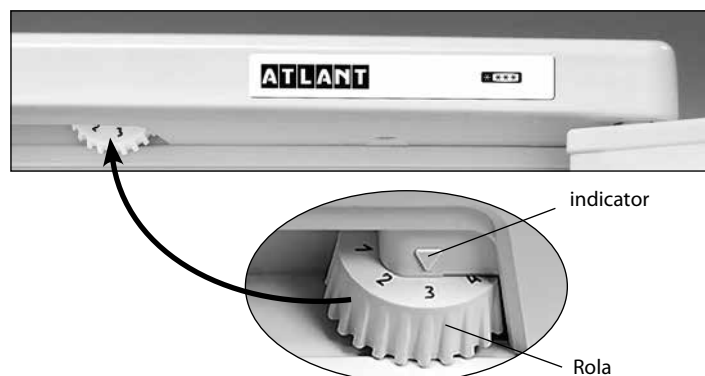

Figura 3 – Controlul temperaturii
1.5 Organul de reglare a temperaturii în conformitate cu figura 3 este rola de reglare a temperaturii (în continuare – rol). Rolul se rotește în sensul acelor de ceasornic și invers acelor de ceasornic și are diviziuni cu cifre notate și se instalează la diviziunea selectată. Diviziunea cu marcarea la "1" corespunde temperaturii cea mai ridicată (răcirea cea mai mică) în camera, la diviziunea "7" – cea mai joasă (cea mai mare răcire). Diviziunea rolului trebuie instalată sub indicator la reglarea temperaturii.
Deschideți ușa SF și setați rola la diviziunea "2." Închideți ușa SF. Pe viitor, pentru a selecta temperatura optimă pentru depozitarea alimentelor în secțiune trebuie reglată temperatura cu ajutorul rolului, așa cum se arată în figura 3. În cazul în care, după reglare sau în urma schimbării condițiilor de exploatare, compresorul a început să lucreze continuu, este necesar să rotiți lent rola în direcția de micșorare până la un clic al regulatorului de temperatură. După reglare, temperatura în frigider se menține în mod automat.